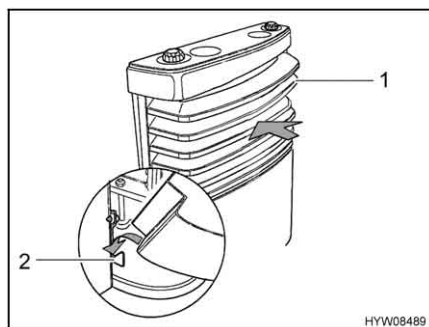

Fig. 72 Copertura del riscaldamento, supporti inferiori
- Montare la copertura del riscaldamento. A tale scopo, collocare la copertura (Fig. 72,1) sui supporti inferiori (Fig. 72,2).